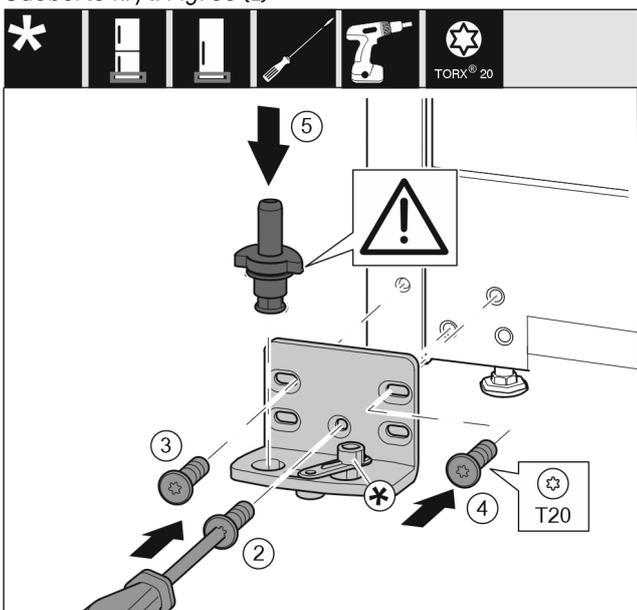

Fig. 36
- Ložiskovú konzolu nasadíte na druhú stranu a priskrutkujete ju pomocou skrutkovača T20. Začnite skrutkou 2 dole v strede. *Fig. 36 (2)*
- Pevne zaskrutkujte skrutku 3 a 4. *Fig. 36 (3,4)*
- Ložiskový čap úplne nasadíte. Dbajte pritom na to, aby zaistovací doraz ukazoval smerom dozadu. *Fig. 36 (5)*